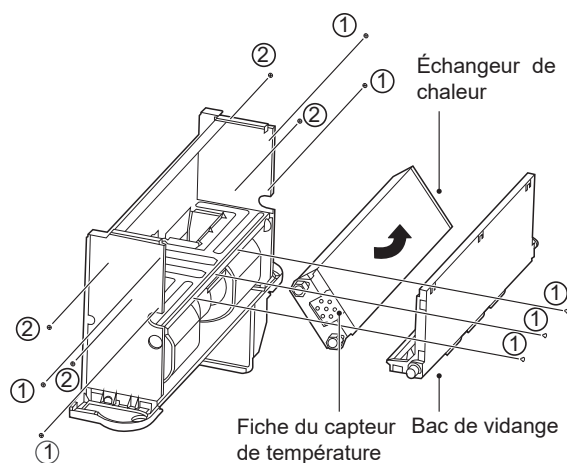

Figure 5-18
Comme illustré à la Figure 5-18, retirez les vis ①\*7 pour retirer le bac de vidange.
Faites tourner le serpentin dans la direction indiquée sur la Figure 5-18.